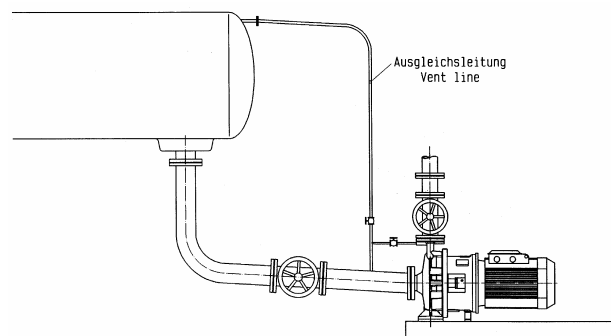

Рис. 3
- Дополнительное соединение *напорного* патрубка насоса с описанным выше вентилирующим трубопроводом ( Рис. 3 ) облегчит удаление воздуха из насоса перед пуском;